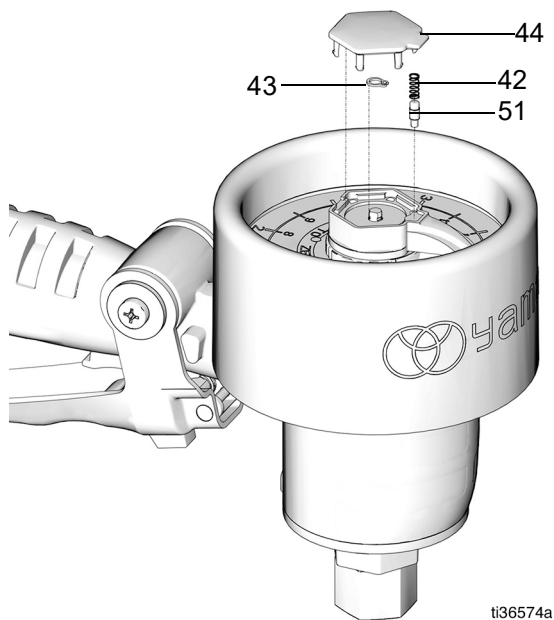

図 8
2. カバー (44)、リテーナー (43)、ポインターピン (51) およびポインタースプリング (42) を取り外します (図 8)。